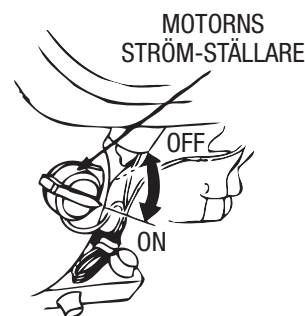

Bild 12. Motorns strömställare
5. Ställ motorns **strömställare** (bild 12) i läge "ON".